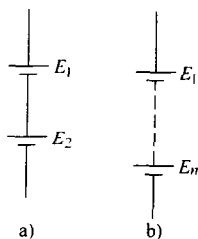

图 1-2 直流电源的串联
1. 直流电源的串联 直流电源的串联如图 1-2 所示。 E_1 和 E_2 为两节电池的串联。电池串联后总电动势为各个电动势之和, 即 $E = E_1 + E_2$ 。如果多个电池串联, 则电路如图 1-2b 所示。如果是 4 个 1.5V 电池串联, 则总电动势为 $1.5V \times 4 = 6V$ 。我们常见一些电子电器中将电池串联起来, 提高电动势值, 从而提高了电源的端电压值。